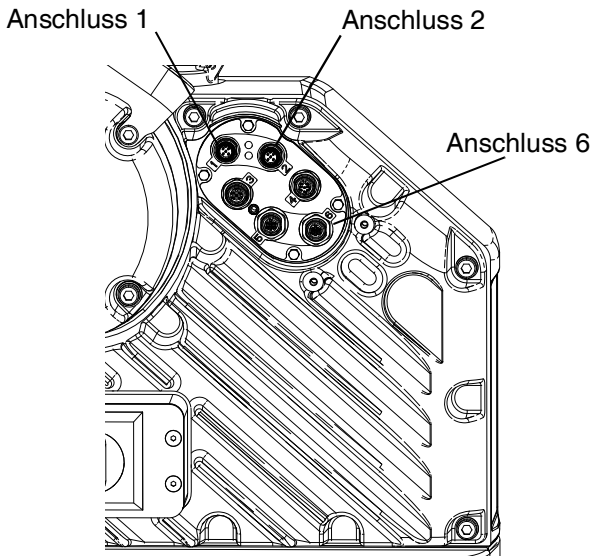

ABB. 23: Lage des Antriebsanschlusses
6. Mit den vier 10-32 im Satz enthaltenen Montageschrauben den Sockel (S) in den gebohrten Löchern montieren.
7. Das CGM (R) mit den zwei in Schritt 5 entfernten Schrauben (T) wieder am Sockel (S) anbringen.
8. Die Abdeckung (U) wieder anbringen.
9. Das im Satz enthaltene CAN-Kabel entweder am Anschluss 1 oder Anschluss 2 (je nachdem, welcher verfügbar ist) am Antrieb anbringen. Siehe **Abb. 23**.